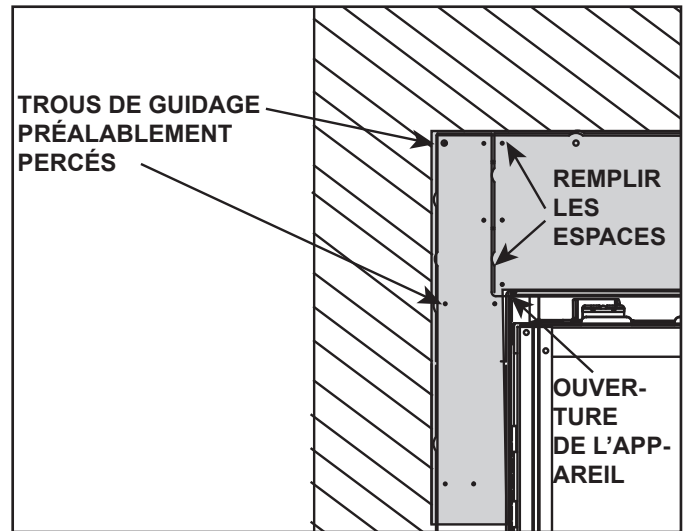

Figure 10.1 Installation du panneau incombustible
- Scellez les espaces entre le mur fini et les faces du dessus et des côtés de l'appareil en utilisant un produit d'étanchéité prévu pour une température de 150 °C (300 °F) minimum. Consultez les figures 10.1 et 10.2.
Le panneau incombustible fourni par le fabricant doit être utilisé pour chaque installation. Il doit être directement fixé à la charpente adjacente à l'appareil. Les vis devraient être installées dans les trous de guidage de l'enveloppe extérieure du périmètre du panneau incombustible. Voir les figures 10.1 et 10.2.
3. Le périmètre extérieur du panneau incombustible installé à la fabrication comporte des trous de guidage. Voir la figure 10.1. Fixez le panneau incombustible à la charpente adjacente à l'aide de vis à cloison sèche d'au moins 32 mm (1-1/4 po) de long. Prendre garde à ne pas trop serrer ces vis dans le panneau incombustible. Vissez jusqu'à ce que les vis soient à égalité du panneau incombustible. Voir la figure 10.2 et la section 6.D.
4. Lors de l'installation autour de l'appareil, pratiquez un orifice rectangulaire pour le foyer/panneau incombustible, dans une seule feuille de cloison sèche. Ceci minimisera les joints de finition adjacents à l'ouverture du foyer. Veillez à ce qu'un espace de 3 mm (1/8 po) soit maintenu entre le panneau incombustible installé à la fabrication et la cloison sèche qui l'entoure. Voir la figure 10.1. Fixez la cloison sèche à la charpente à l'aide de vis d'au moins un pouce de long, à tous les 152 mm (6 po) au haut du foyer et à tous les 254 mm (10 po) de chaque côté du foyer.
1. **Étape 1** : Comblez tous les espaces et joints entre les pièces du panneau incombustible et la cloison sèche à l'aide d'un composé à joint à prise chimique tout usage tel que le composé à joint Durabond® 45 fabriqué par USG (marque Sheetrock®), recommandé par Hearth & Home Technologies. Utilisez un couteau à cloisons sèches pour presser fermement sur le composé à joint dans les espaces. Voir la figure 10.1. Laissez sécher ces joints.